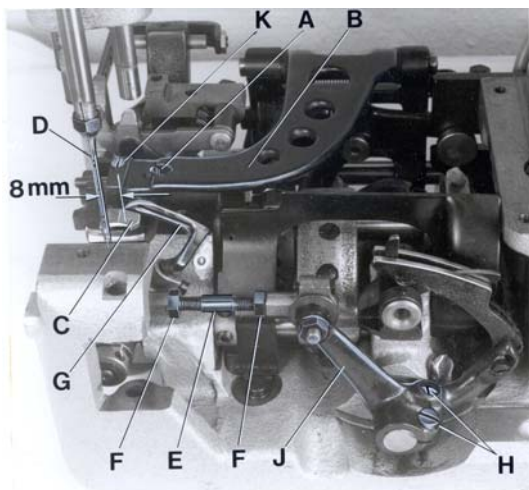
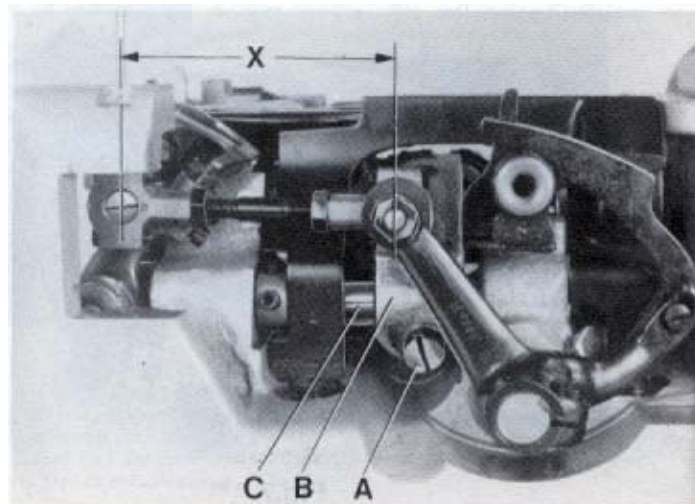
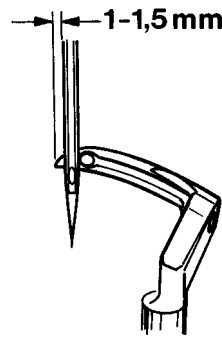
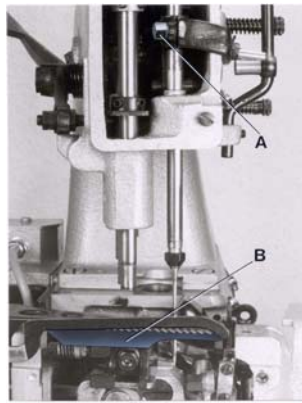

Fig. 3
Fig. 4
Fig. 5
Fig. 6
Remove the presser foot, throat plate and feed dog and on styles 80800TL, TAL, U, UA, UL and UAL also the needle guard for convenient access to the machine. On styles 80800R, RL, S and SL loosen the screw (A, Fig. 3) in the feed bar (B) and push the feed bar needle guard (C) to the rear to avoid its contacting the needle (D).
For the two thread double locked stitch styles 80800R, RL, TL, TAL, U, UA, UL and UAL, set the looper connecting rod (E) so the distance (X, Fig. 4) between the center lines of the two ball joints is 69.8 mm (2 3/4"). The dimension (X, Fig. 4) should be 68.3 mm (2 11/16) on the single thread chain stitch styles 80800S and SL. For adjustment loosen the two nuts (F, Fig. 3) and turn connecting rod (E) forward or backward as required to obtain specified dimension, retighten nuts (F).
Rotate the machine pulley in operating direction so that the looper moves from right to left. The looper point should pass as close as possible to the back of the needle without contacting 0.08 to 0.13 mm (.003 to .005") clearance. For adjustment loosen screws (A, Fig. 4) in the looper eccentric fork (B) and turn looper rocker shaft (C) on the looper rocker forward or backward as required. Retighten screw (A).
Quite el pie prensa tela, la placa de la aguja y el diente de arrastre y en las máquinas 80800TL, TAL, UA, UL y UAL también el guarda aguja para tener mejor acceso a la máquina. En los estilos 80800R, RL, S, y SL suelte el tornillo (A, Fig.3) en la barra de alimentación B y mueva el guarda aguja (C) en la barra de alimentación hacia atrás para evitar que tenga contacto con la aguja (D).
Para las máquinas de dos hilos como 80800R, RL, TL, TAL, U, UA, UL y UAL ajuste la barra del looper (E) para que la distancia (X, Fig. 4) entre los centros de las juntas tenga una distancia de 69,8 mm (2 3/4"). Esta distancia (X, Fig. 4) debería ser 68,3 mm (2 11/16) en las máquinas de un solo hilo 80800 S y SL. Para ajustarlo suelte las dos tuercas (F, Fig. 3) y gire la barra (E) hacia adelante o hacia atrás para conseguir la distancia requerida. Apriete nuevamente las tuercas (F).
Gire el volante en sentido de operación para que el looper se mueva desde la derecha hacia la izquierda. La punta del looper debería pasar muy cerca detrás de la aguja sin tocarla – distancia 0.08 a 0,13 mm (.003 a .005"). Para lograr este ajuste debería soltar el tornillo (A, Fig. 4) en la horquilla excéntrica (B) del looper y girar el eje del looper (C) hacia adelante o hacia atrás. Apriete el tornillo (A) otra vez.
Remove the face cover on machine arm. Rotate machine pulley in operating direction until the looper point, moving to the left, projects 1 to 1.5 mm (.040" to .060") left of the needle (see Fig. 5). Lower edge of looper and upper edge of needle eye must be flush in this position. If adjustment is necessary, loosen clamp screw (A, Fig. 6) in the needle bar connection and move the needle bar up or down, as required. Retighten screw (A) and remount face cover.
At highest point of feed dog travel, the feed dog (B, Fig. 6) should be set so, that the rear teeth project their full depth above the throat plate surface. For setting remove the feed dog and adjust the supporting screw (K, Fig. 3) on the top of the feed bar to the required height. Remount the feed dog, and on styles 80800TL, TAL, U, UA, UL and UAL also the needle guard.
The needle guard (C, Fig. 3) has to be set so, that it just contacts the needle at its most forward point of travel, without deflecting it. On styles 80800R, RL, S and SL loosen screw (A, Fig. 3) in the feed bar (B) and adjust the needle guard (C) accordingly. Retighten screw (A).
Remueva la tapa frontal en el brazo de la maquina. Gire el volante de la maquina en sentido de operacion hasta que la punta del looper pase 1 a 1,5 mm (.040" a .060") la aguja (vea Fig. 5). En esta posicion el borde inferior del looper tiene que encontrarse en el limite superior del ojo de la aguja. Si se requiere ajuste, suelte el tornillo (A, Fig. 6) en la conexion de la barra de la aguja y mueva la barra hacia arriba o hacia abajo como requerido. Apriete el tornillo (A) y ponga la tapa frontal otra vez.
En el punto mas alto del recorrido del alimentador, los dientes del alimentador deberian sobrepasar la placa de la aguja por la altura completa de los dientes. Para lograr este ajuste remueva el alimentador y ajuste el tornillo de soporte (K, Fig. 3) en la parte superior de la barra de la alimentacion a la altura requerida. Monte el alimentador otra vez y en los estilos 80800TL, TAL, U, UA, UL y UAL tambien el guarda aguja.
Hay que ajustar el guarda aguja (C, Fig. 3) para que toque en su movimiento hacia delante la aguja pero no la desvie.
En los estilos 80800R, RL, S y SL suelte el tornillo (A, Fig. 3) en el soporte del transportador (B) y ajuste el guarda aguja (C). Apriete el tornillo (A) nuevamente.